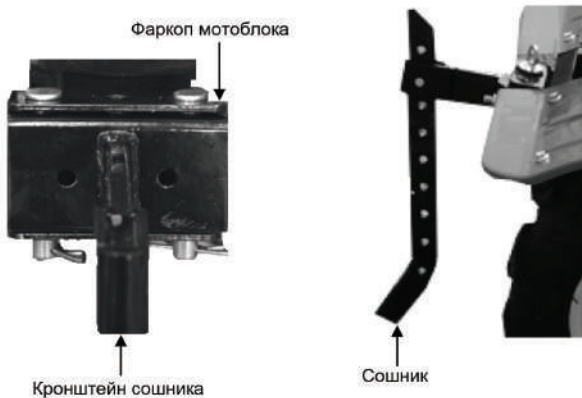

Рис. 4
5. Установите на мотоблок кронштейн сошника и сошник (Рис. 4)